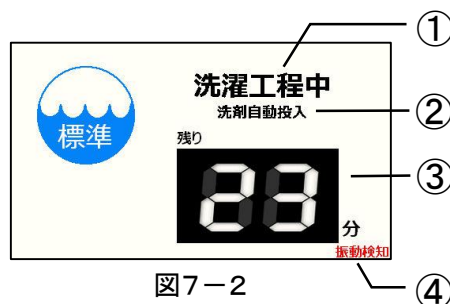

図7-2
7. 1. 2 運転中の画面(図7-2)
振動検知スイッチが作動している時に、図7-2のように画面の中に赤字で“振動検知”と表示されます。
運転中の画面(図7-2)を長押ししてメイン画面に移動します。その後、試運転画面に移動します。試運転画面で「**停止**」を2回押すことで、本機を完全停止できます。(図7-16)